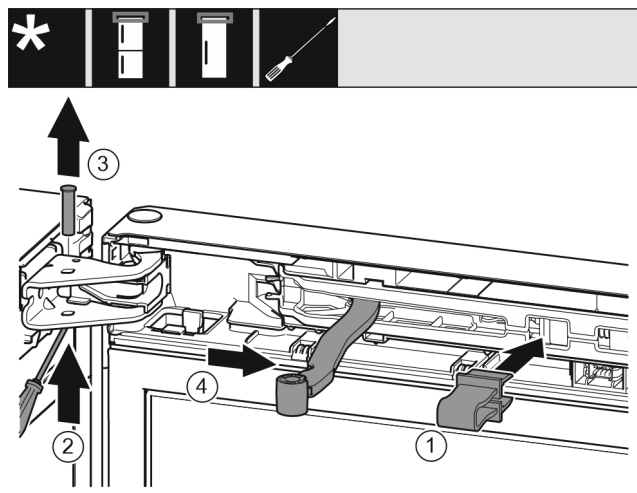

Fig. 6
- ▶ Introduire l'arrêtoir dans l'ouverture. Fig. 6 (1)
- ▶ Desserrer le boulon avec un tournevis. Fig. 6 (2)
- ▶ Sortir le boulon par le haut. Fig. 6 (3)
- ▶ Tourner l'articulation en direction de la porte. Fig. 6 (4)